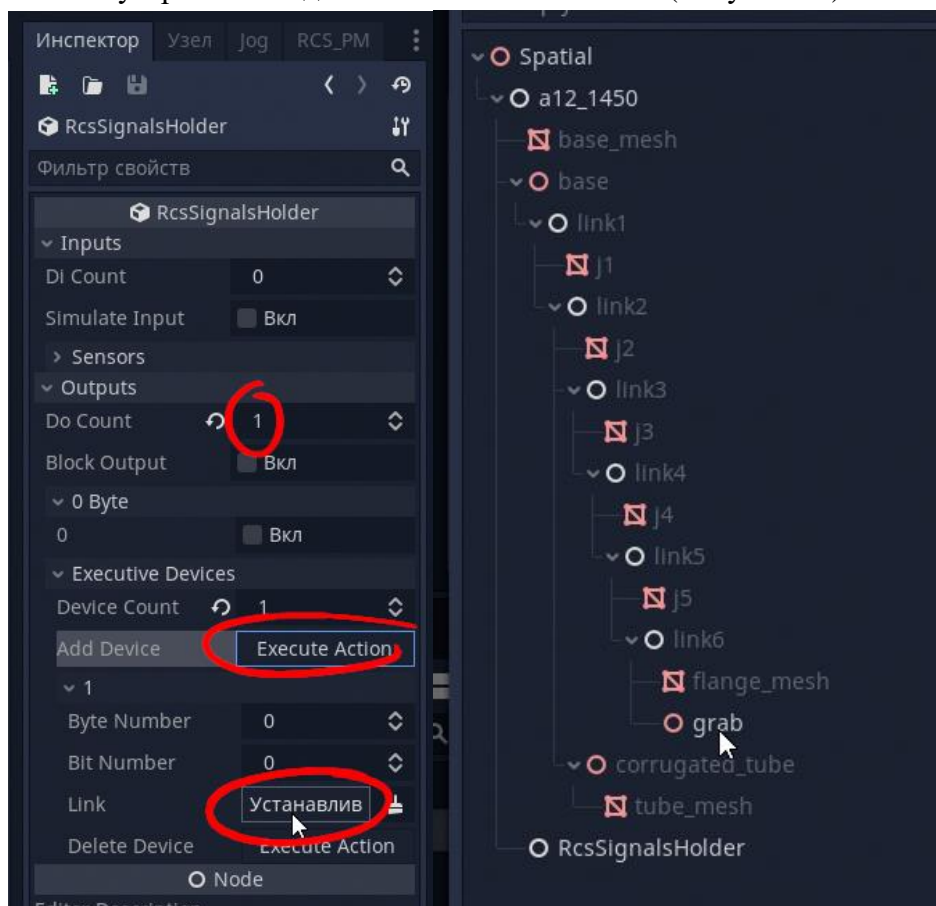

Рисунок 20 – Добавление нового устройства и связи с захватом
3. Добавить новое устройство и добавить связь с захватом (Рисунок 20).